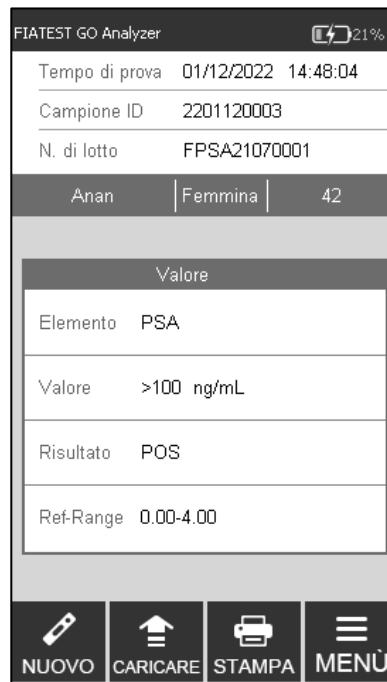

Fig 34
**Passo 8:** Il risultati verranno visualizzati dopo il test. (Rif Fig 34)
**Passo 8:** Il risultati saranno visualizzati quando il test è completato. (Rif Fig 34)